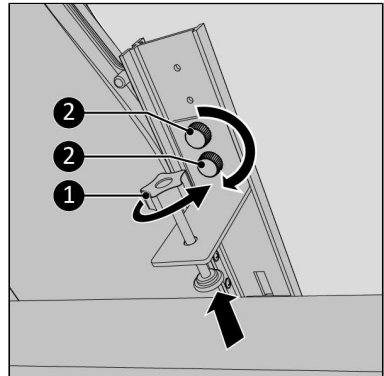

Abbildung 152.
11. Schrauben Sie die Klemmschraube vollständig zurück (Abbildung 152, Pos. 1)-. Sollte kein Platz zur Befestigung der Klemmhalterung vorhanden sein, kann diese auch weggelassen werden. Stellen Sie dann das Fenster, wenn möglich, gesichert, in die angelehnte Position.
13. Schrauben Sie die Klemmhalterung mit den beiden Knopfschrauben (Abbildung 152, Pos. 2) an der Hauptschiebe fest.